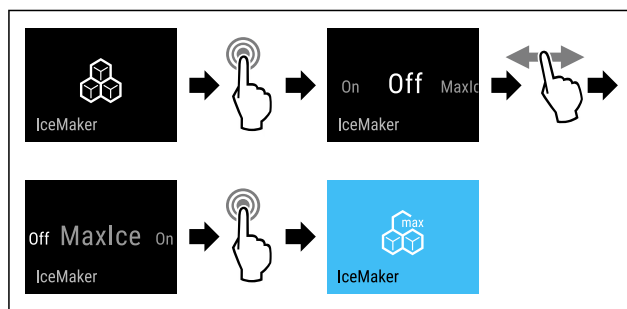

Fig. 17
► Izvedite zahtevane korake (glejte Fig. 17).